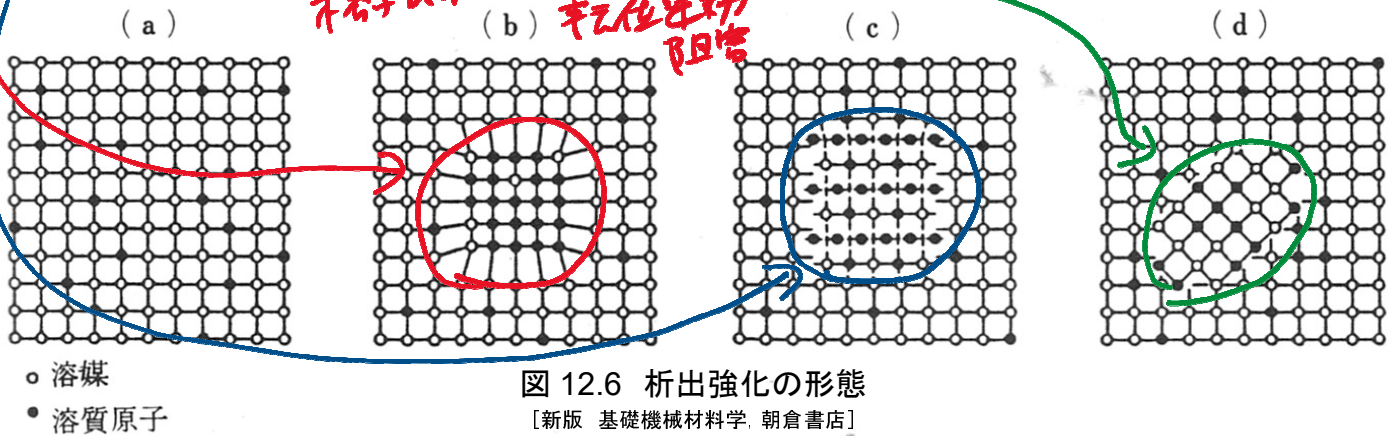

図 12.6 析出強化の形態
- ・図 12.6 がトリックアートのようなだった←目がチカチカしますね。